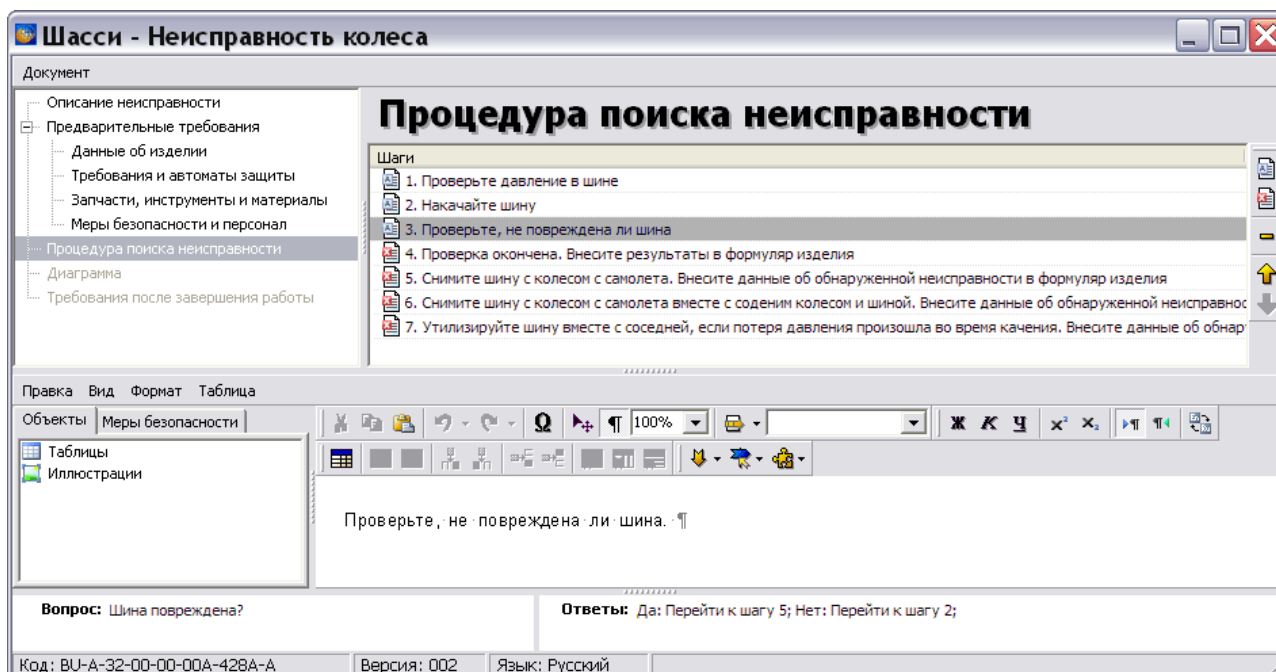

Рис. 8.34
21. Аналогичным образом введите вопрос и ответы для шага 3 (Рис. 8.34).